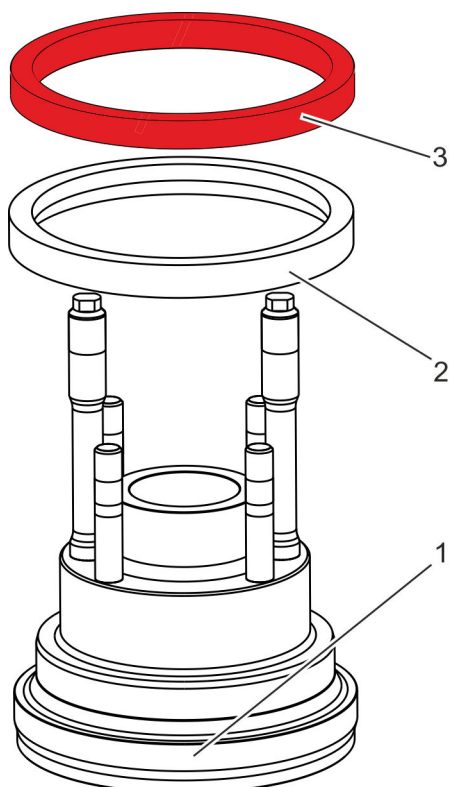

Abb. 43: Stütz- und Dichtring entfernen
- 22.** ▶ Stützring (Abb. 43/3) vom Verschlussdeckel (Abb. 43/1) nach oben abnehmen.
- 23.** ▶ Dichtring (Abb. 43/2) vom Verschlussdeckel (Abb. 43/1) nach oben abnehmen.